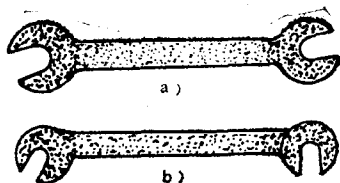

图 1-10 开口扳手
(1) 开口扳手 有双头和单头的两种，用来拆装一般标准规格的螺母和螺钉。这种扳手使用方便，可以直接插入或上下套入。为了在受限制的位置中容易扳动起见，扳手的开口和它的本体具有一个不同的角度（如图1-10），通常是 15° 、 45° 或 90° 角，借以增加扳手的旋转度。